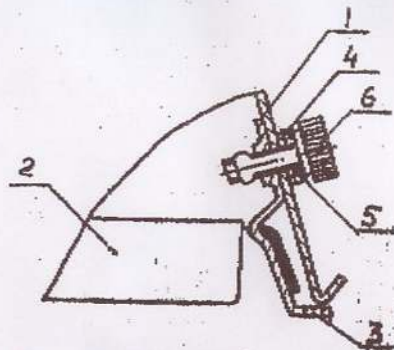

Рис. 13. Крепление решетки экранирующей к отражателю:
6.7. Закрепите экранирующую решетку (рис. 5 и 6 приложение А) на отражателе с помощью винтов поз. 6 и скоб поз. 3 (рис. 13 приложение Б).